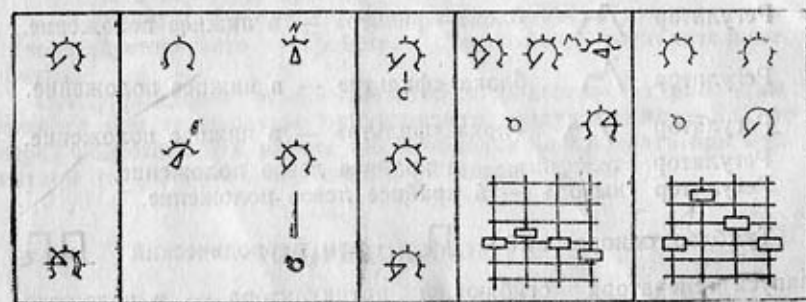

Рис. 4. «Труба».
3. Для освоения синтезатора исполнителю нужно предварительно изучить все возможности инструмента. Для облегчения пользования синтезатором на рис. 4—11 приведены определенные комбинации расположения органов управления.